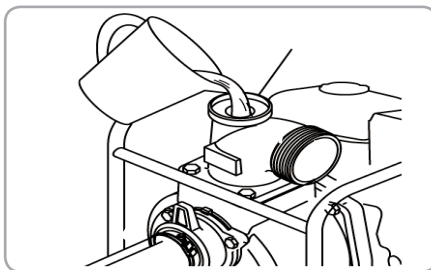

Fig.10
- Deoarece pompa este de tip autoamorsare, umpleți complet cu apa pompa, înlăturând dopul de amorsare (fig.10) înainte de a o pune în funcțiune.